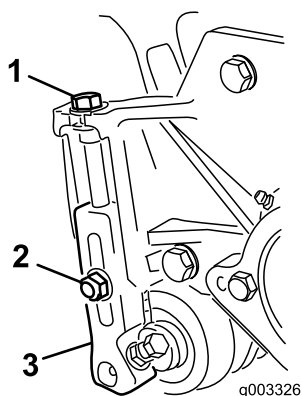

Figura 10
3. Desaperte as porcas de bloqueio que fixam os suportes da altura de corte às placas laterais da unidade de corte (Figura 10).